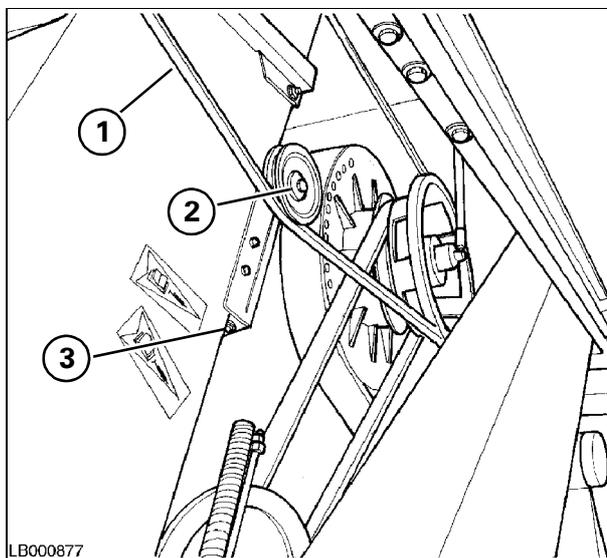

Рис. 27
22. КОНТРПРИВОД ВРАЩАЮЩЕГОСЯ ПЫЛЕСБОРНИКА - Рис. 27